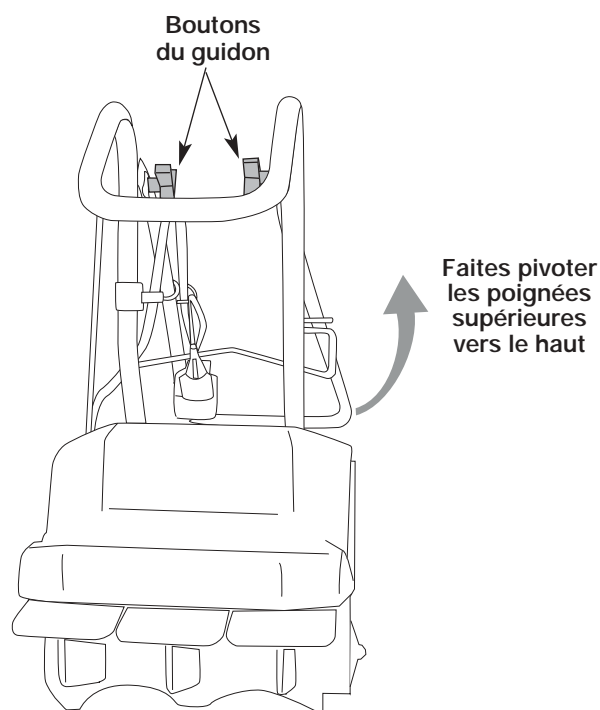

Fig. 1
1. Lorsque vous déballiez l'appareil, desserrez les deux boutons à l'intérieur des poignées (Fig. 1).